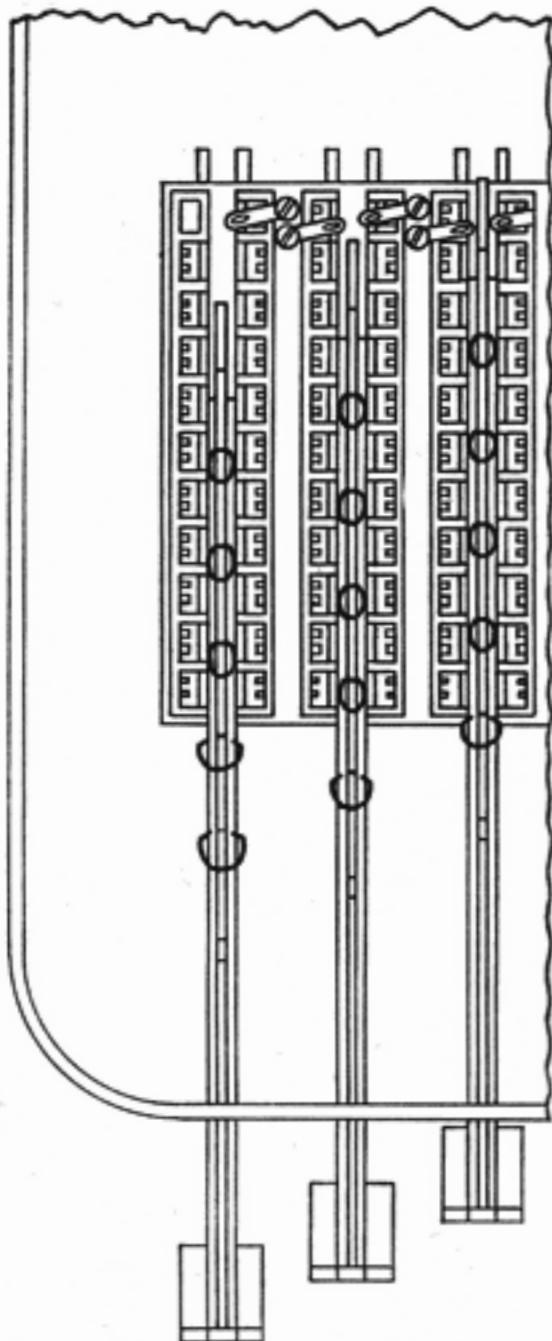

Abb. 4
schiedlich breiten Querschlitz im Schalschieber dienen zur Aufnahme der fünf Schaltkontakte (24). Fädeln Sie nun den ersten Schaltkontakt durch den breiteren Querschlitz, bis sich die abgewinkelten Enden gleichzeitig in den schmaleren der beiden Schlitz einführen lassen (Abb. 4). Die abgewinkelten Enden dürfen in dem schmalen Schlitz nicht festklemmen, sondern müssen sich federnd bewegen lassen. Damit sie nicht wieder herausspringen, drücken wir nunmehr den Schieber so tief in die Führung der Programmiertafel, daß der erste Schaltkontakt zwischen zwei Kontaktklemmen zu liegen kommt. Die weiteren vier Schaltkontakte bauen wir in gleicher Weise nacheinander ein. Nach dem Einfügen des letzten Schaltkontakte ist der Schalschieber bis zum Anschlag einzudrücken. Der ganze Montagevorgang ist in unserer Zeichnung (Abb. 4) verdeutlicht. Er ist beim Zusammenbau der übrigen neun Schalschieber unverändert zu wiederholen. Sind alle zehn Schieber fertig montiert, dann überzeugen wir uns gewissenhaft, ob auch alle fünfzig Schaltkontakte links und rechts an den glatten, kurzen Schenkeln der Kontaktklemmen anliegen. Sollte dies nicht überall der Fall sein, dann klemmen die abgewinkelten Enden des betreffenden Schaltkontakte in dem schmalen Querschlitz des betreffenden Schiebers. Durch vorsichtiges